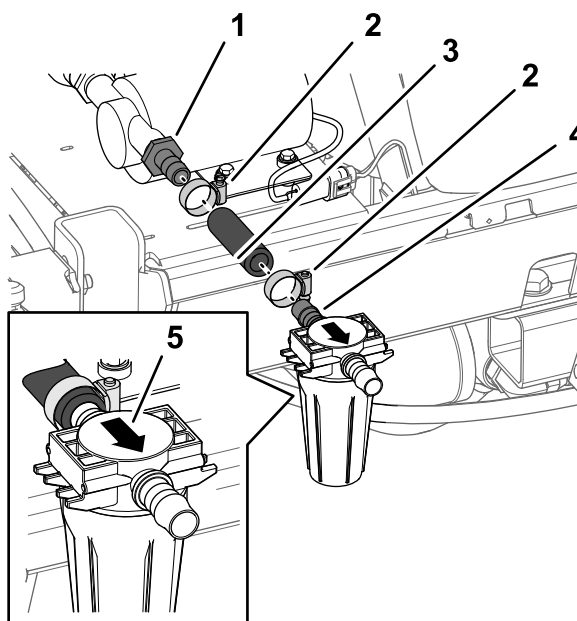
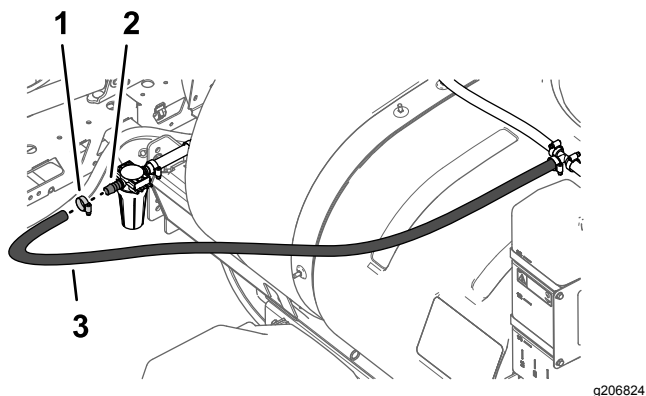

Рисунок 29
Рисунок 30
2. Наденьте шланг длиной 17,8 см, который вы отрезали при выполнении действий, описанных в разделе Обрезание шланга \(страница 6\), на наружный прямой штуцер типа «елочка» насоса промывочного бака с помощью шлангового хомута и затяните хомут от руки (Рисунок 29).
3. Вставьте прямой штуцер типа «елочка» шланга на входе головки фильтра (фильтра в сборе) в шланг длиной 17,8 см и закрепите с помощью шлангового хомута, не затягивая его (Рисунок 29).
4. Наденьте свободный конец шланга размером 1,9 x 180 см на прямой штуцер типа «елочка» на выходе головки фильтра, закрепив шланговым хомутом (Рисунок 30).
5. Отрегулируйте положение головки фильтра таким образом, чтобы стакан фильтра в сборе был установлен вертикально, и затяните 2 шланговых хомута от руки (Рисунок 29 и Рисунок 30).